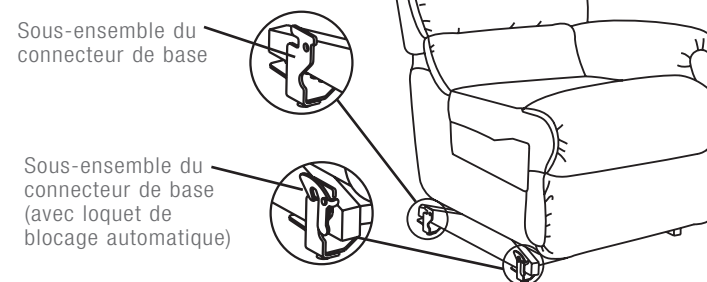

FIGURE 3
- Pour vous assurer que le dossier est correctement installé et que les deux ensembles de crochets du dossier et du corps sont correctement engagés, vous tenir derrière la chaise et faire un mouvement de torsion d'un côté à l'autre au dossier. Si un côté sort de sa position, les crochets ne sont pas engagés (FIGURE 3). Retirer le dossier et répéter les étapes ci-dessus.
3. Placer la console (FIGURE 3) contre le côté droit (en vue assise) de l'inclinable berceau (FIGURE 1). La poser environ 10 cm (4 po) plus avant que l'inclinable berceau. Repousser la console vers l'arrière jusqu'à ce que les vis à tête bombée de l'inclinable berceau soient engagées dans les fixations avant et arrière de la console.